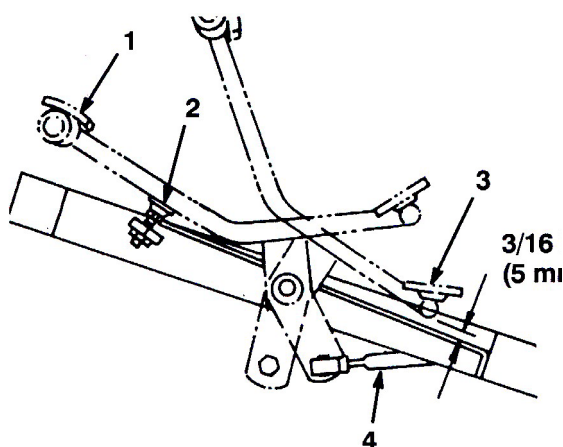

図 48
1. No.5 セクションのバルブ・スプールが完全に引き出される状態までペダルを前進方向に踏み込む。ペダルがストップに当たれば調整は適正である（図48）。
2. この時のペダルの底とフットレストとのすきまを測る（図48）；距離が 5mm 程度あればよい。値が 5mm より多くても少なくとも、走行コントロール・ロッドを調整する。調整手順：
- A. 走行コントロール・ロッドをトラクション・シャフト・ピボットに固定しているジャム・ナットとボール・ジョイントをゆるめる（図48）。